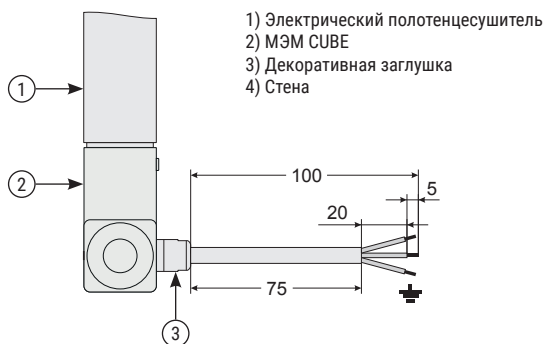
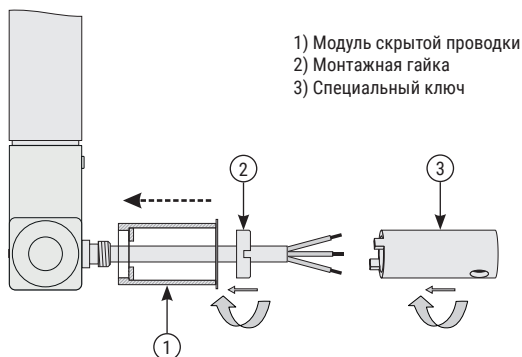

Рис.2
Рис.4
1.2. Необходимо обрезать провод модуля (рис. 2).
1.3. Подготовить концы проводов для последующего соединения и зачистить их (рис. 2).
1.5. Открутить с обратной стороны МЭМ декоративную заглушку (рис.2) и установить корпус модуля скрытой проводки согласно схеме (рис. 4).